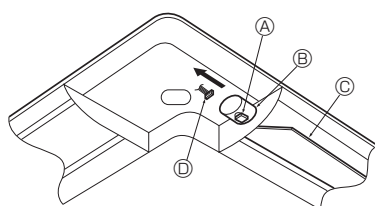

Fig. 10-15
- Se till att buntbandet som håller i-See-sensorn och signalmottagarens anslutningskablar är placerat inuti anslutningsboxen. (Fig. 10-15)